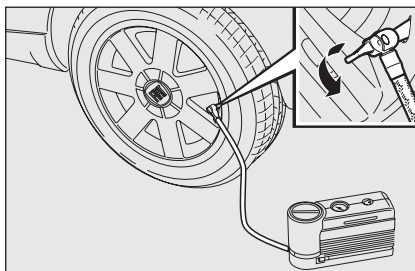
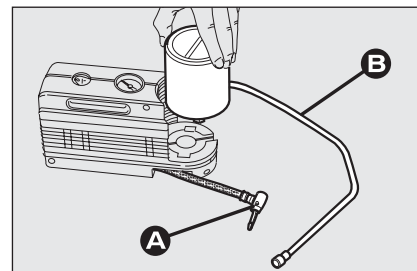

fig. 7
fig. 8
Il compressore può essere utilizzato anche per il solo ripristino della pressione. Svincolare l'innesto **A**-fig. 8 della bomboletta e collegarlo direttamente alla valvola del pneumatico **fig. 7**; in questo modo la bomboletta non sarà collegata al compressore e non verrà iniettato il liquido sigillante.
- disinserire l'innesto **A**-fig. 8;